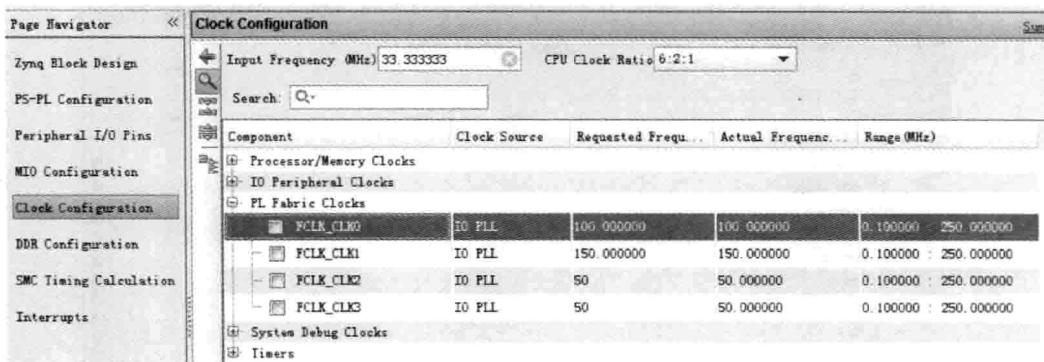

图 4.16 Clock 设置界面
(14) 如图 4.16 所示, 在左侧选择 Clock Configuration。在右侧选择并展开 PL Fabric Clocks。在展开项中, 不选中 FCLK\_CLK0。